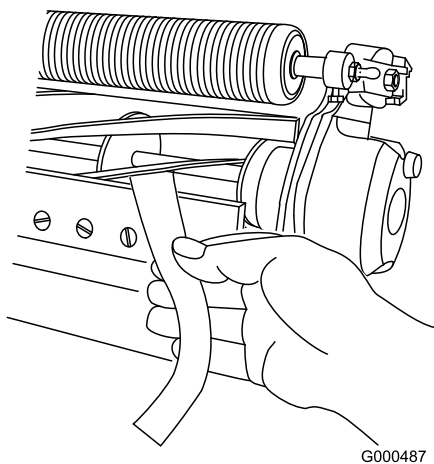

Figura 5
11. Teste o desempenho de corte inserindo uma fita comprida de desempenho de corte (Número de peça Toro 125-5610) entre o cilindro e a lâmina de corte, perpendicular à lâmina de corte (Figura 5). Lentamente rode o cilindro para a frente; deve cortar o papel